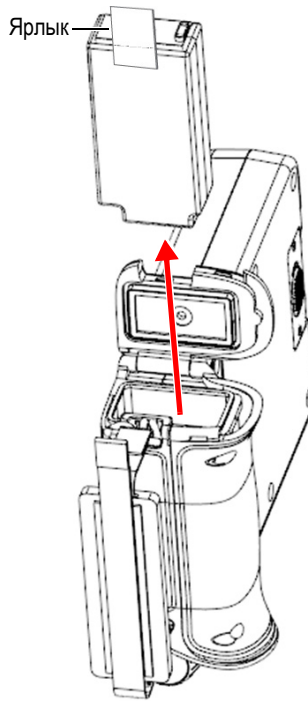

Рис. 4-3 Извлечение аккумулятора
4. Возьмитесь за ярлык аккумулятора и потяните на себя, чтобы вынуть аккумулятор из отсека (см. Рис. 4-3 на стр 43).